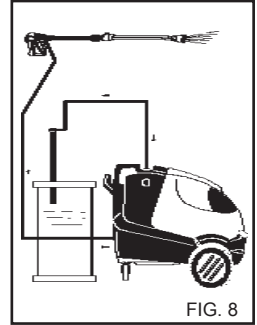

FIG. 8
- 3) Depois de usar o detergente, enxágue o circuito de sucção; enfie o tubo de sucção (fig. 8) de detergente num tanque contendo água limpa e faça com que a bomba funcione por um minuto com a torneira de dosagem completamente aberta e com a lança em fase de saída de detergente.
- 4) Depois da utilização do detergente, enxágue o circuito de sucção; enfie o tubo de sucção (fig. 8) de detergente num tanque contendo água limpa e faça com que a bomba funcione por 1 minuto com a torneira completamente aberta e com a lança em fase de saída de detergente.